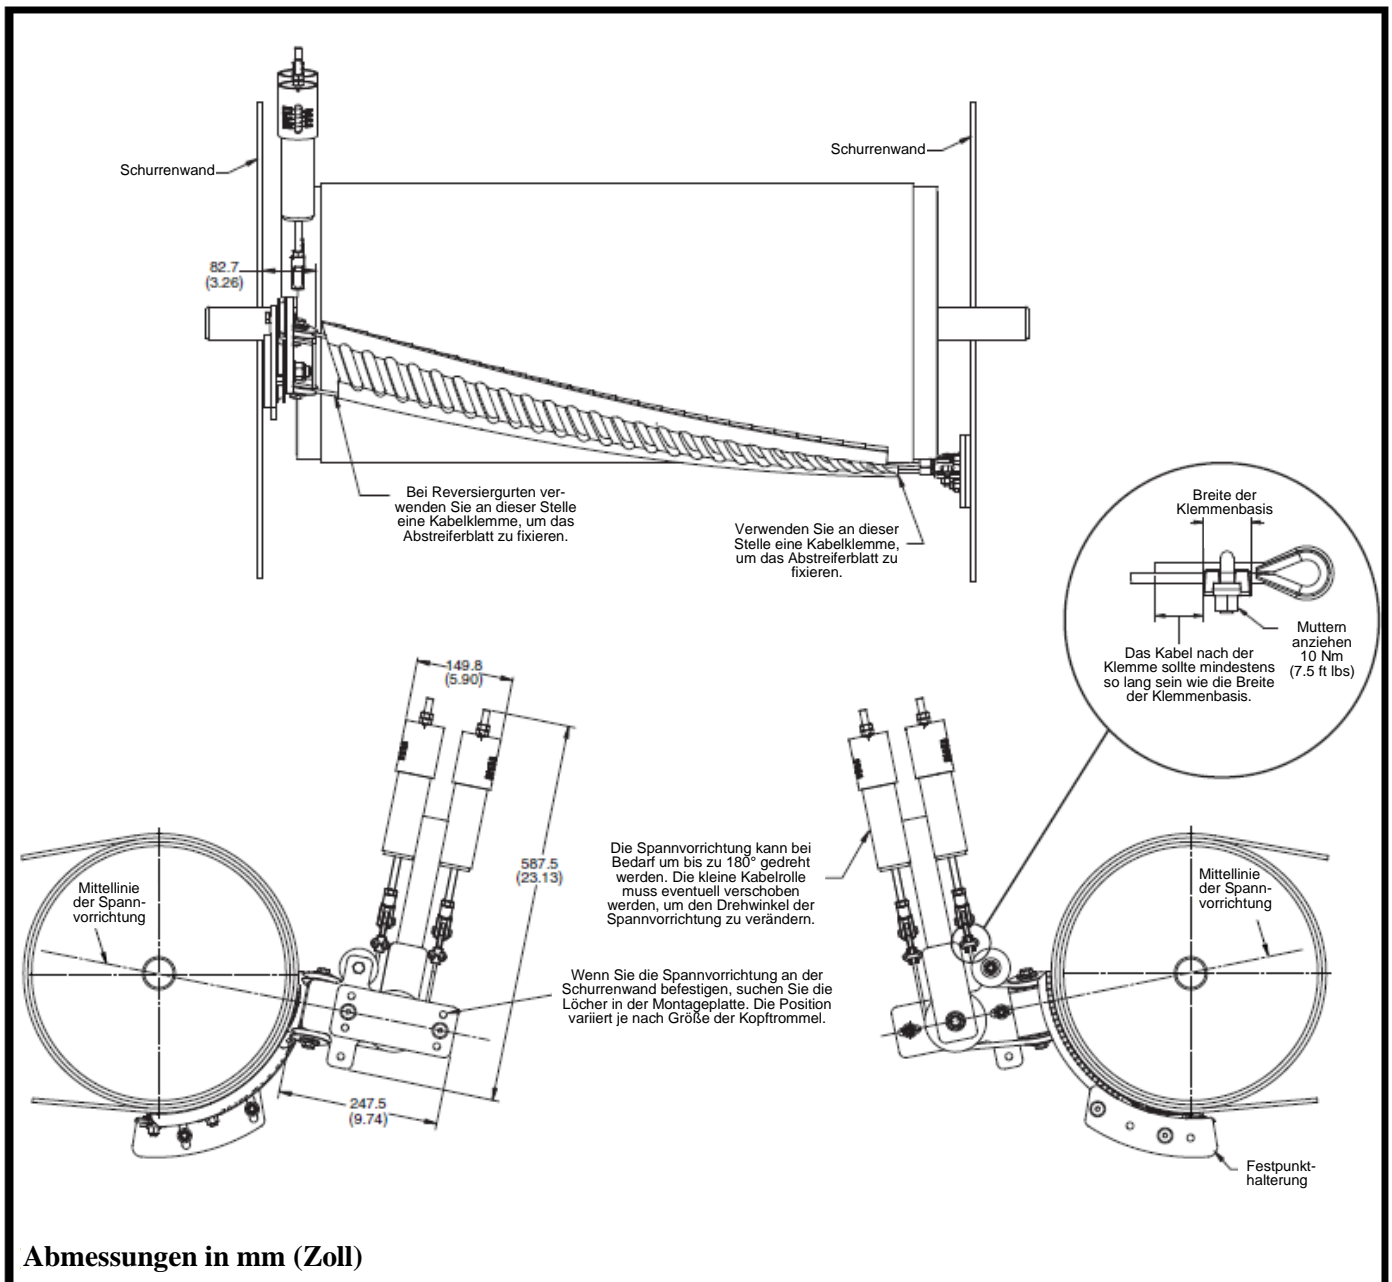

Abbildung 12: Multifunktionale Spannvorrichtung an der Innenseite der Schurrenwand
- c) Positionieren Sie die Spannvorrichtung an der gewünschten, behinderungsfreien Stelle, siehe Abbildung 12.
3. Montieren Sie Kabelöse und Klemme wie in Abbildung 12 gezeigt.